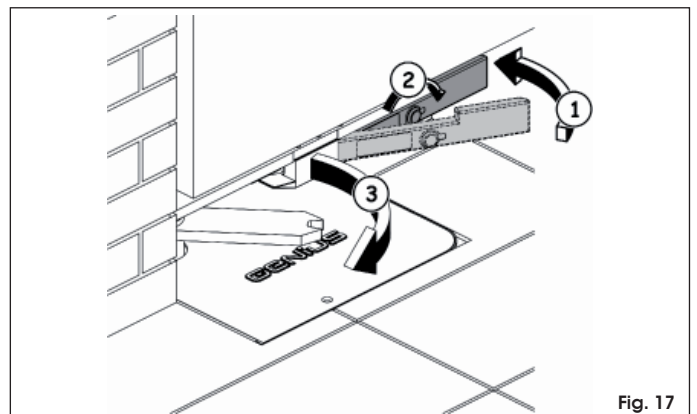

Fig. 17
- ramener la clé dans sa position de repos (Fig. 17 réf. ①)
- insérer la clé de déverrouillage dans la serrure et la tourner jusqu'à l'arrêt dans la direction opposée au pilier (Fig. 17 réf. ②)
- actionner manuellement le vantail jusqu'à l'engagement de la serrure sur la patte de blocage (Fig. 17 réf. ③)